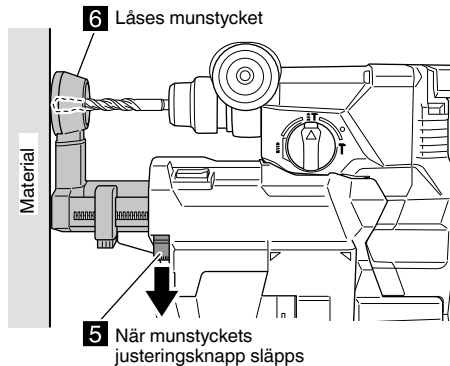

Bild 7
- (4) Frigör munstyckets justeringsknapp för att låsa munstyckets position. (Bild 7)